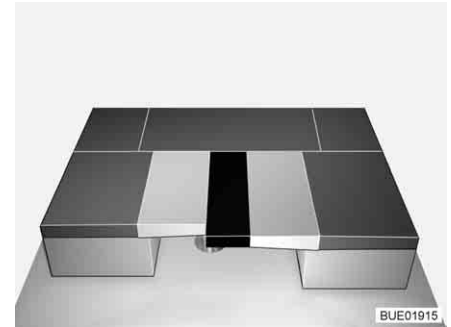

Fig. 102 Après la transformation
- Appuyer le coussin supplémentaire entre les coussins de dossier (voir Fig. 102).